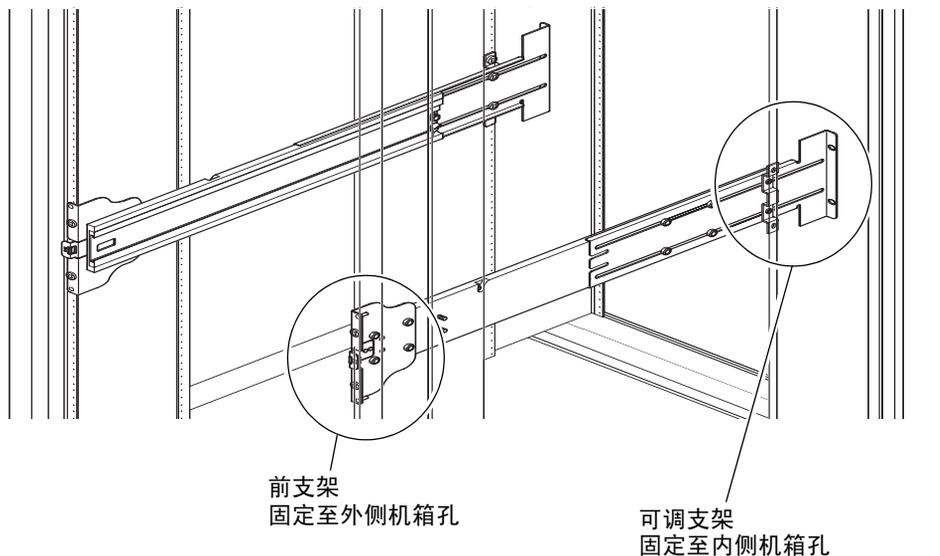

图 1-6 在 Sun Fire 机箱中安装滑轨
3. 将前支架上的销钉插入机箱孔 22 和 33（图 1-6）。
3. 将前支架上的销钉插入机箱孔 58 和 69（图 1-6）。